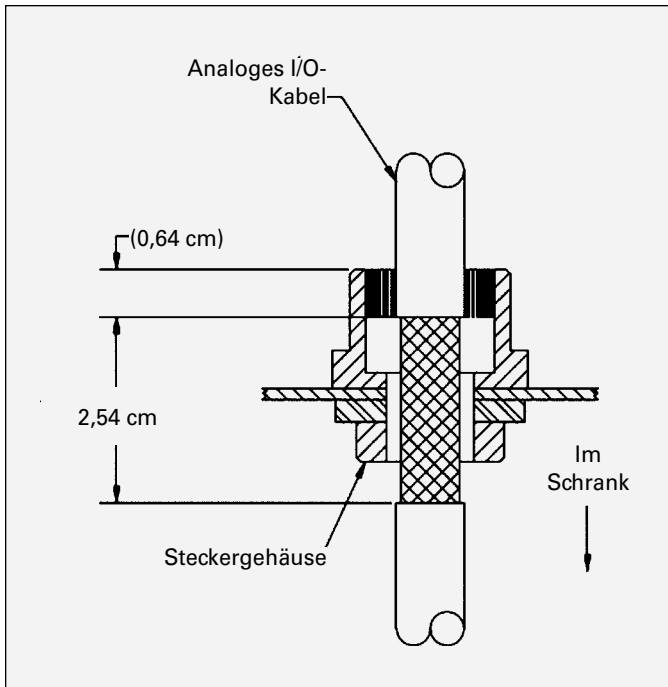

Abbildung 7: Abisolieren der I/O-Kabel
2. Führen Sie die gewünschte Länge I/O-Kabel durch das Steckergehäuse und markieren Sie 2,5 cm des Kabels, das durch das Steckergehäuse verläuft, zum Abisolieren zum Geflecht (siehe Abbildung 7).
4. Schieben Sie die Kabeltüllenteile in der in Abbildung 7 dargestellten Reihenfolge auf das Kabel.